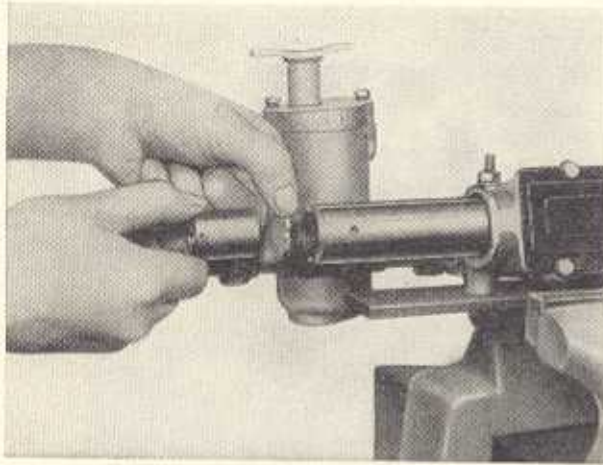

Bild F 29. Einsetzen der Scheibe und Distanzbuchse
9. Zur Montage der inneren Spurstangengelenke erst die Scheiben, dann die Distanzbuchsen mit den Bohrungen nach außen in die Schubstangenenden einführen (Bild F 29). Auf die gefetteten Kugelpfannen Druckfedern aufstecken und in Schubstange einführen. Auf die Spurstangen die Kugelschalen und anschließend die Bundmuttern aufstecken. Die mit Getriebefett bestrichenen Spurstangenkugeln in die Schubstangenenden einführen und die Bundmuttern einschrauben. Bundmuttern mit Steckschlüssel W-210 632 mit 2,5 kpm anziehen und den Kragen der Bundmutter je zweimal in voller Breite in die Aussparungen der Schubstange verstemmen.